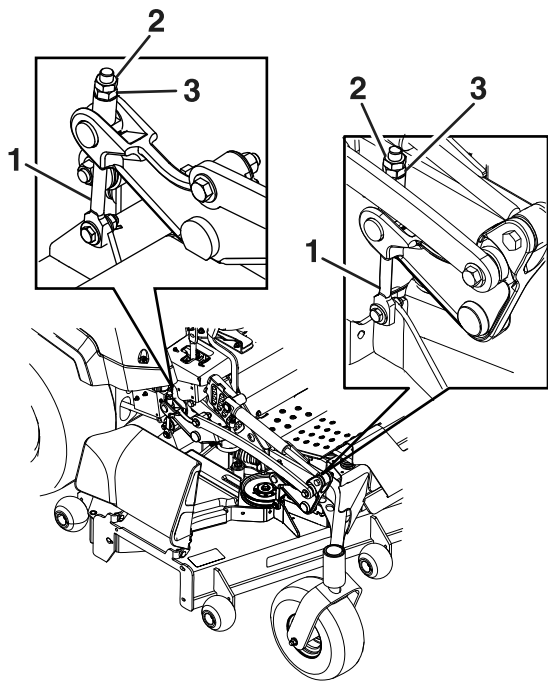

Figura 82
8. Haga pequeños ajustes, si es necesario, girando la tuerca de ajuste del conjunto de elevación delantero de la carcasa (**Figura 82**).